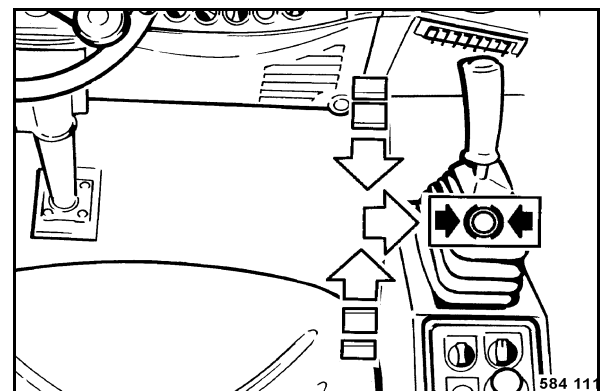

Fig. 47
- Vérifier si le levier de commande de la marche (Fig. 47) est encrouté vers la droite sur position de freinage.